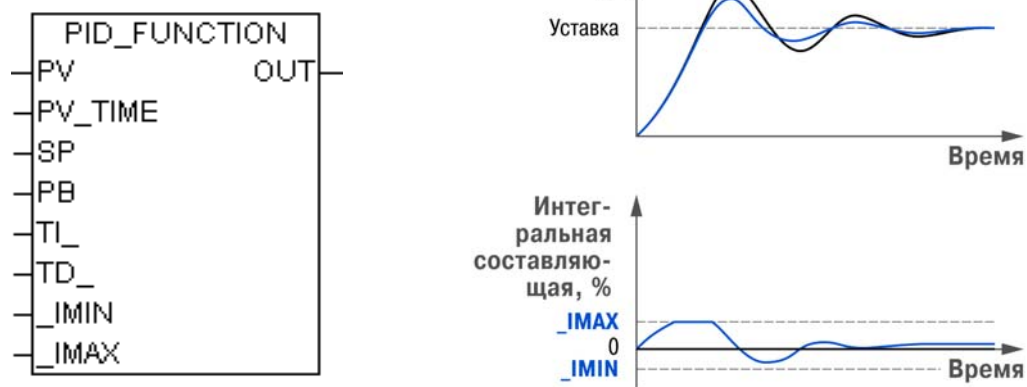

Рис. 2.7. Процесс регулирования
Поведение объекта при классическом ПИД-регулировании демонстрирует черная кривая на рис. 2.7. При длительном выходе на уставку может произойти «перерегулирование» объекта, которое связано с тем, что в процессе выхода на уставку накопилось очень большое значение интегральной составляющей в выходном сигнале ПИД-регулятора. После «перерегулирования» начинается уменьшение значения интегральной составляющей, что, в свою очередь, приводит к провалу ниже уставки – «недорегулированию». Только после одного-двух таких колебаний ПИД-регулятор выходит на требуемое значение мощности.
Вид переходного процесса при ограничении накопления интегральной составляющей приведен на рис. 2.7.
- _IMIN:** REAL; – минимальное ограничение накопления интегральной составляющей, диапазон от минус 1 до 1, см. рис. 2.7;
- _IMAX:** REAL; – максимальное ограничение накопления интегральной составляющей, диапазон от минус 1 до 1, см. рис. 2.7.
_IMIN: REAL; – минимальное ограничение накопления интегральной составляющей, диапазон от минус 1 до 1, см. рис. 2.7;
_IMAX: REAL; – максимальное ограничение накопления интегральной составляющей, диапазон от минус 1 до 1, см. рис. 2.7.